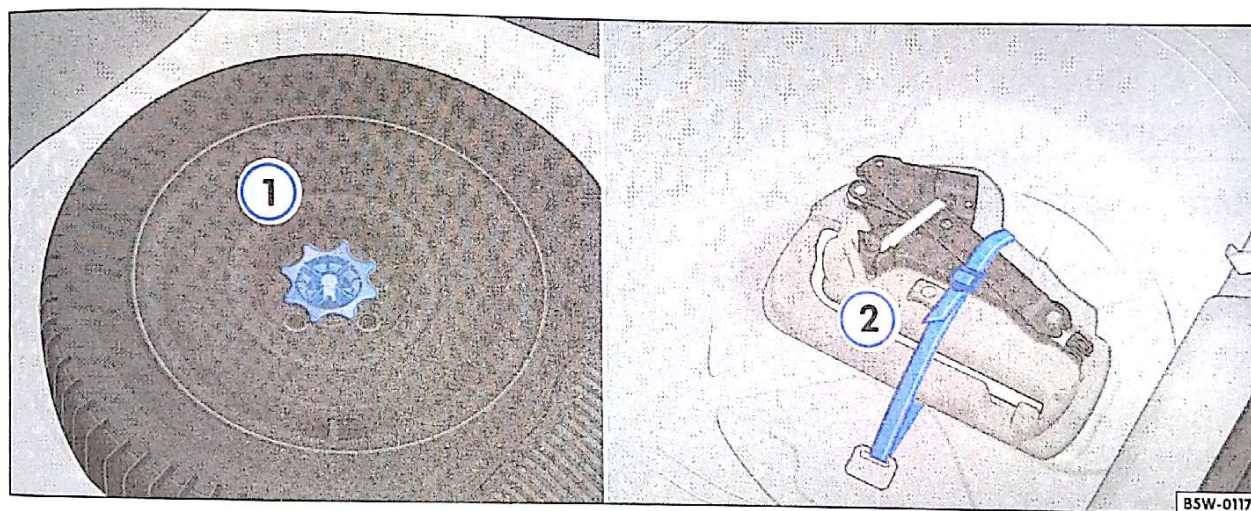
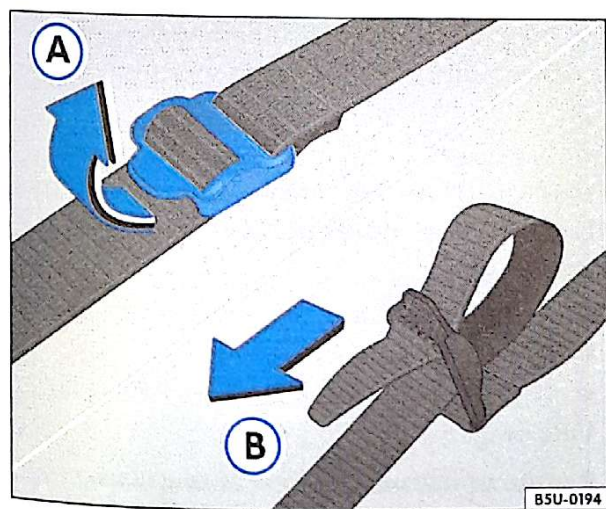

Fig. 120 Roda de emergência e acesso às ferramentas de bordo
Fig. 121 Cinta de fixação das ferramentas de bordo
- Solte e remova totalmente o manípulo no centro da roda de emergência ⇒ fig. 120 ①, girando-o no sentido anti-horário.
- Para soltar a cinta de fixação ⇒ fig. 120 ②, puxe a fivela no sentido da seta ⇒ fig. 121 ①.
- Passe a cinta pela fivela no sentido da seta ⇒ Página 187, fig. 121 ⑤ e puxe-a firmemente para fixar as ferramentas de bordo.